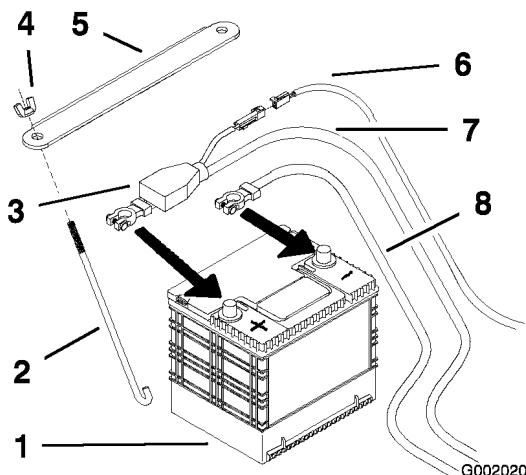

Figura 51
4. Primero desconecte el cable negativo del borne negativo (-) de la batería (Figura 51).
5. Retire la cubierta de goma roja del borne positivo (rojo) de la batería. Luego retire el cable positivo (rojo) de la batería (Figura 51).
1. Coloque la batería en la bandeja, con los bornes frente al depósito de aceite hidráulico (Figura 51).
4. Fije los cables con 2 pernos (1/4 x 3/4 pulg.), 2 arandelas (1/4 pulg.), y 2 contratuerca (1/4 pulg.) (Figura 51).
6. Fije la batería con pernos en J, una brida de sujeción, 2 arandelas (1/4 pulg.) y 2 tuercas de orejeta (1/4 pulg.) (Figura 51).